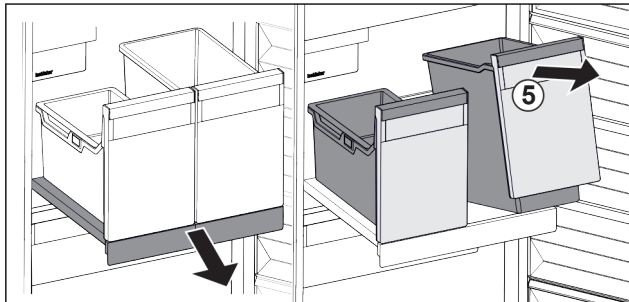

Fig. 80
- Behälter Fig. 80 (5) vorne anheben.